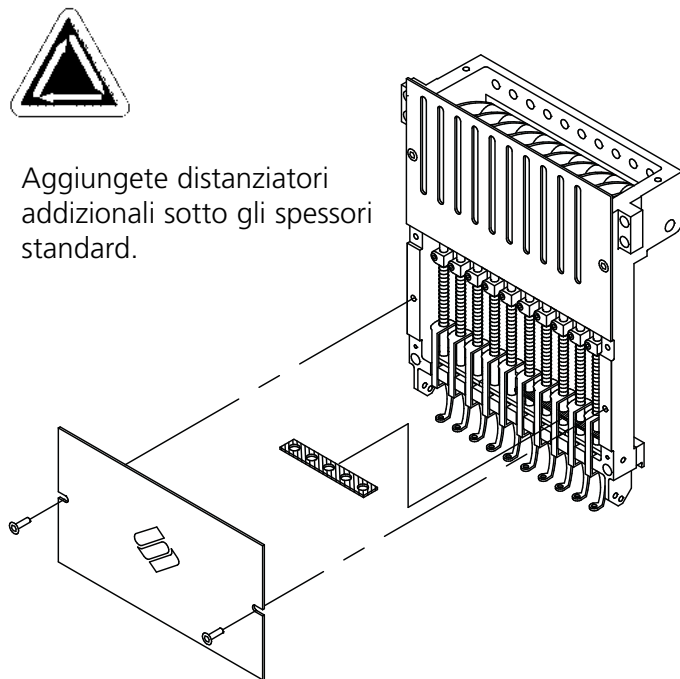

Figura 3-12
Le placche degli aghi sollevate possono migliorare la qualità del ricamo sui berretti. Quando i telai per berretti sono attaccati, la curva del telaio lascia uno spazio addizionale tra il berretto ed la placca degli aghi. Per eliminare questo spazio e per assicurare un ricamo di alta qualità, un operatore qualificato o una persona addetta alla manutenzione dovrebbe installare delle placche degli aghi come descritto qui di sotto. Vedete la Figura 3-12.
6. Usando un piccolo cacciavite con lama piatta, spingete il distanziatore standard in alto dalla parte superiore dell'assemblaggio del driver del premistoffa (vedete la Figura 3-12).